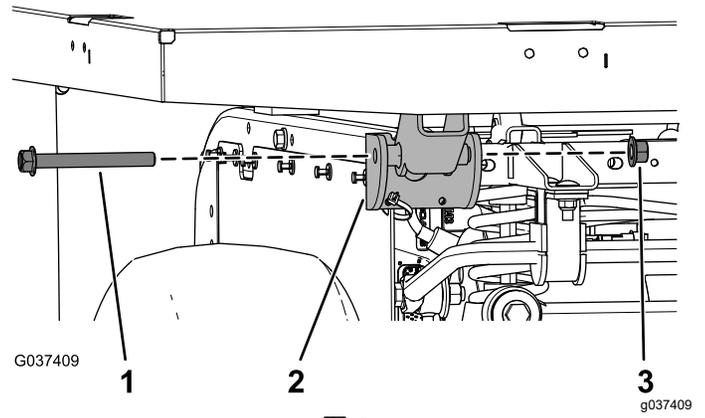

**图 7**
3. 如图 7 所示用 4 个自攻螺丝 5/16 x 3/4 英寸将 2 个货斗支撑架安装到座椅支架上。